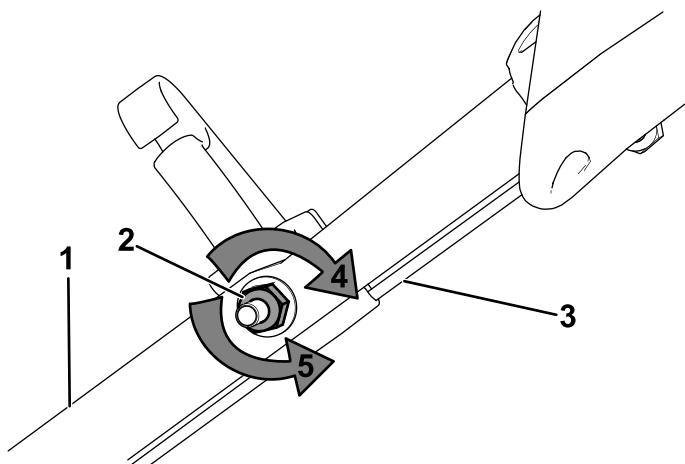

Figura 29
1. Girate il dado di regolazione in senso antiorario per allentare la regolazione del cavo (Figura 29).
2. Regolate la tensione del cavo (Figura 29) tirandolo indietro o spingendolo in avanti e mantenendo quella posizione.